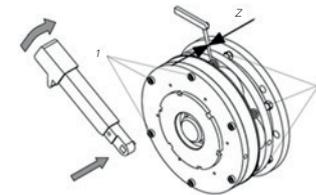

Figura 7 - Verificação do entrefreio nos freios de tamanhos 25 e 31
- Após o ajuste apertar os parafusos de fixação 1 (Figura 7) de acordo com o torque especificado (Tabela 3);
- Realizar os passos 6 a 8 indicados no item 5.3.